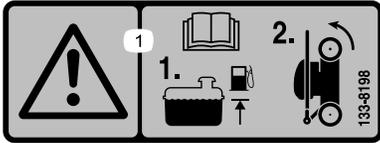

Figura 23
1. Certifique-se de que o nível de combustível no depósito de combustível não é superior ao recomendado pelo fabricante do motor; consulte o autocolante do fabricante do motor colocado no motor (Figura 23).